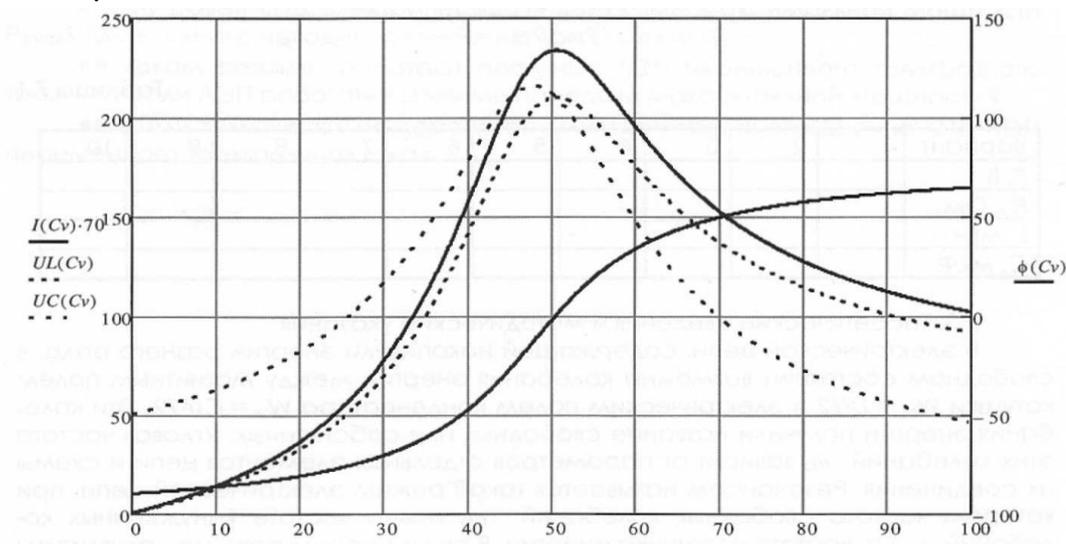
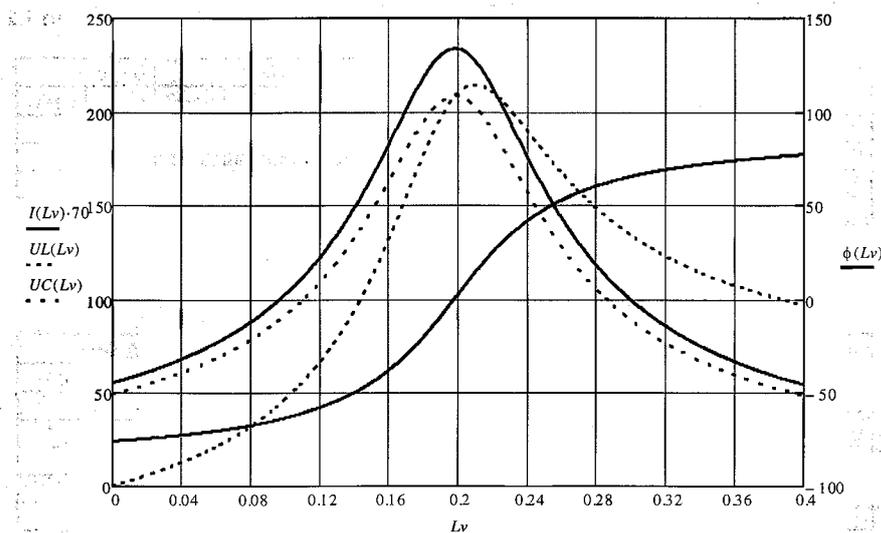

Рис. 7.2 Графические диаграммы функций при C
Рис. 7.3. Графические диаграммы функций при $L = \text{var} = Lv$
- Рабочая схема исследуемой цепи и схемы включения измерительных приборов (рис. 7.2).
Графические диаграммы резонансных характеристик совмещаются, т. е. располагаются в одной системе координат, при этом для каждой функции выбирается свой масштаб при общем масштабе для аргумента. На рис. 7.2 приведены графические диаграммы резонансных характеристик в функции переменного параметра $C = \text{var} = Cv$, а на рис. 7.3 - аналогичные графические диаграммы резонансных характеристик в функции переменного параметра $L = \text{var} = Lv$.